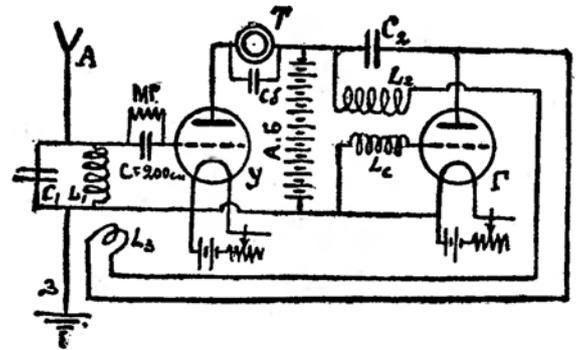

Рис. 82.
1. Гетеродинный приемник (см. рис. 82).
Он позволяет принимать на телефон станции, работающие незатухающими колебаниями и притом таким тоном, какой приятнее всего принимающему. Это имеет громадное значение, так как позволяет работу станции сделать музыкальной и выделить ее из ряда других станций и радио-помех. При подборе силы вспомогательных колебаний равной силы принимаемых сигналов, что легко достигается изменением связи катушек L_3L_1 (см. рис. 82), результирующее действие проходящих колебаний на телефонную мембрану увеличивается вдвое.
Казалось бы, что здесь положен один и тот же принцип, что и схемы рис. 82, принцип гетеродинирования колебаний; однако, как показал опыт, эти схемы обладают замечательными свойствами, которые нельзя было ожидать от гетеродинного приемника с посторонним возбуждением. На практике, благодаря этим схемам, открылась новая эра радио-приема — регенерация